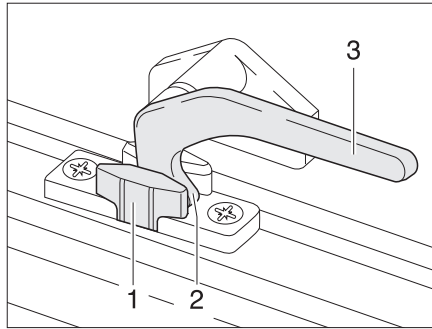

Fig. 71 Levier de verrouillage en position "Aération permanente"
- En position "Aération permanente" (Fig. 71)
- Tourner le levier de verrouillage d'un quart de tour vers le cadre de la fenêtre. Le tenon de verrouillage (Fig. 71,2) doit pénétrer alors dans le logement prévu à cet effet dans le verrouillage de fenêtre (Fig. 71,1).